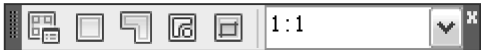

图 9-9 “视口”工具栏
AutoCAD 在图纸空间创建、编辑视口，可由“视口”工具栏提供的命令实现，“视口”工具栏如图 9-9 所示。
Step 3 设置“视口”工具栏：调用菜单栏“工具”→“工具栏”→“AutoCAD”→“视口”命令，打开图 9-9 所示“视口”工具栏，移动到绘图窗口中的适当位置。